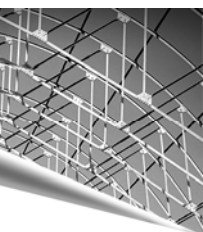

图 11-51 “转换为钣金”对话框
(1) 选择“菜单(M)”→“插入(S)”→“转换(V)”→“转换为钣金(C)”，或者单击“主页”选项卡“基本”面组上“转换”库下“转换为钣金”按钮, 打开如图 11-51 所示“转换为钣金”对话框。